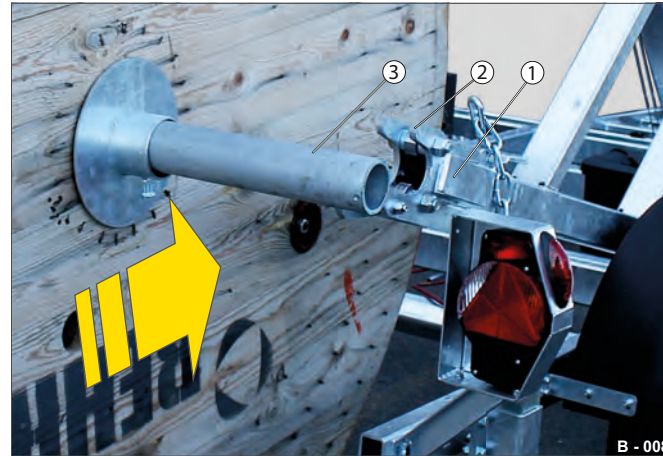

Fig. 11 Påsætning af kabeltromle
- ▶ Før kabeltromlen hen til tromlestativet - sørg for, at transportakslen (Fig. 11 /3) kommer til at befinde sig på indersiden af sidebegrænserne (Fig. 11 /1) i højre/venstre side.